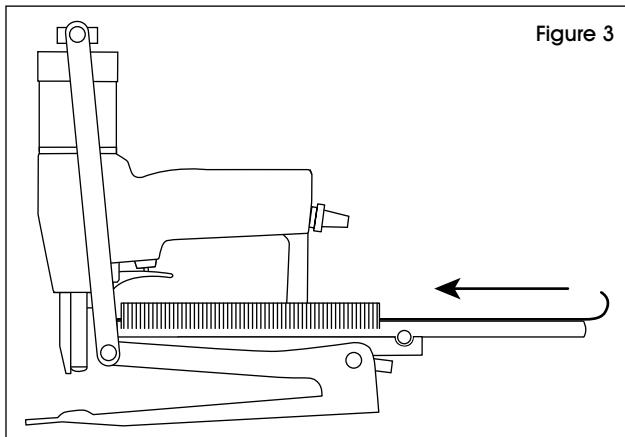

Figure 3
- Poussez le couvercle entièrement vers l'avant jusqu'à ce qu'il s'enclenche en position. (Voir Figure 3)